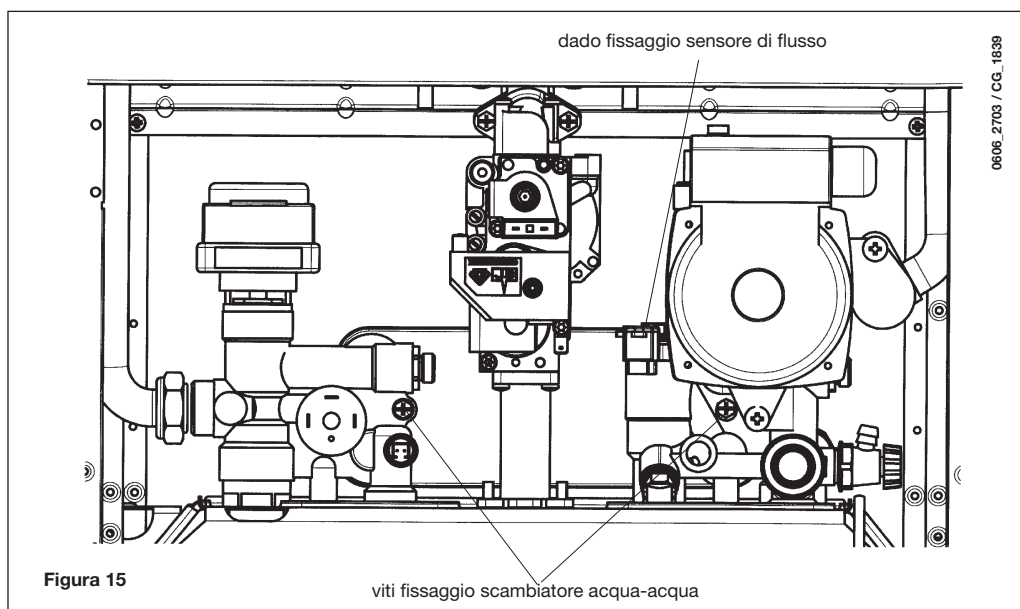

Figura 15
- Svitare il dado presente sul gruppo sensore di flusso (figura 15).